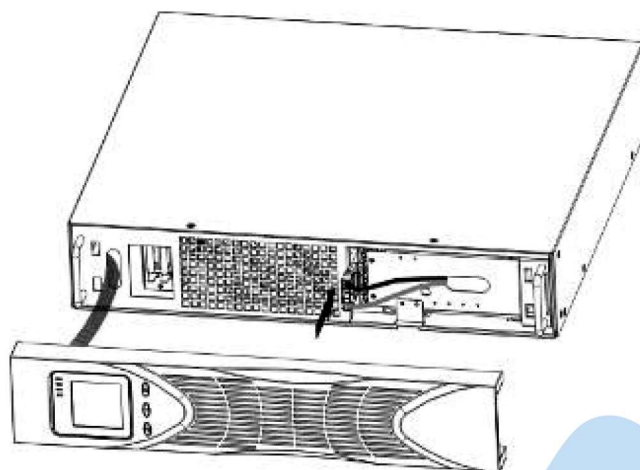

Рис. 5-2. Подключение внутренних батарей.
2. Подсоедините внутренний разъём аккумулятора (рис. 5-2). Красный провод к красному, чёрный к чёрному. Нажмите на коннектор до характерного щелчка.